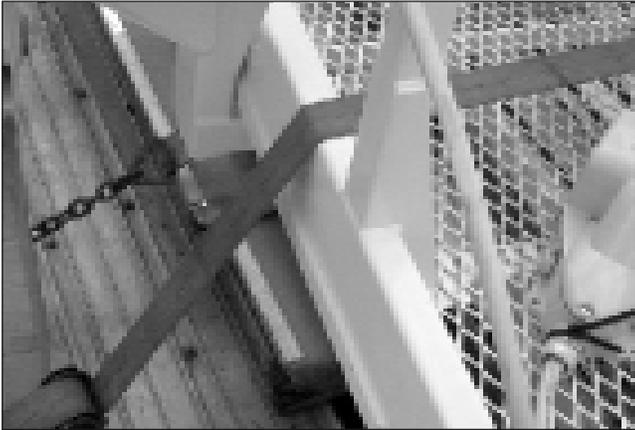

图 9.6 – 平台
5. 在平台支架下方垫上一个大木块(请参见图 9.6)。降下平台，使其搁在木块上。